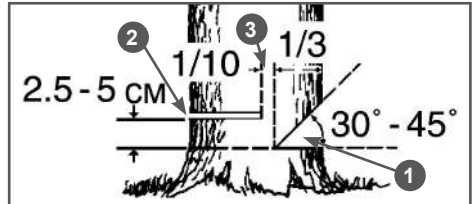

Рис. 14 Расположение запила, пропила и недопила
- Начните пилить с той стороны дерева, куда оно должно упасть (Рис. 14). Сделайте запил 1 с той стороны, куда должно упасть дерево, глубиной примерно 1/3 диаметра ствола и под углом от 30 до 45 градусов (Рис. 14). Линия стыка двух пропилов, образующих запил, называемая направляющей линией, должна располагаться как можно более горизонтально и под углом 90 градусов к направлению валки.
жен оставаться недопил 3 примерно 1/10 диаметра ствола. Вставьте одновременно клин в пропил 2 (Рис. 14). Недопил 3 действует как шарнир и позволяет контролировать падение дерева (Рис. 14).
Ни в коем случае не допиливать до конца недопил 3 (Рис. 14), так как вы не сможете контролировать направление падения дерева.